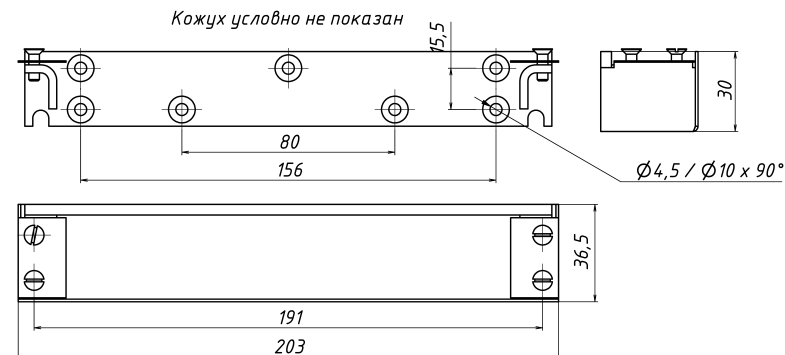

Рис. 2
- 3.2 Габаритно-установочные размеры комплекта показаны на рис.2.